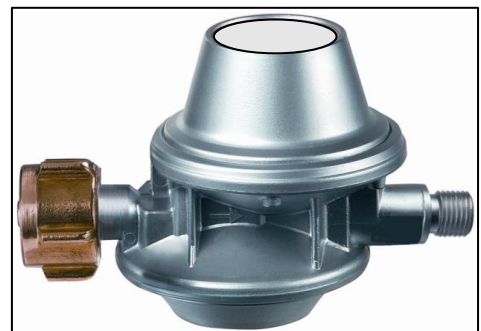

Bild 3 Druckregelgerät („S2SR“) zum Anschluss an 11 kg Flüssiggasflasche
- Druckregelgerät mit zweistufiger Sicherheitsdruckregeleinrichtung („S2SR“) (→ Einsatz bis zu einer maximalen Entnahmemenge von $1,5\text{ kg/h}$; z. B. für 11-kg-Flaschenanlagen) (siehe Bild 3)